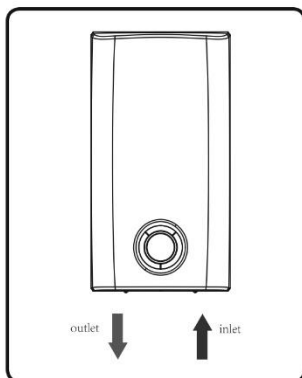

Рис.2 Монтаж ПЭВН Thermex Topflow Pro 21000
**Установка модели Thermex Topflow Pro 21000 осуществляется в соответствии с Рис.2:**